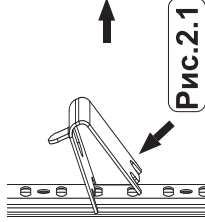

Рис.2.1
1.1. Установить упор в стойку таким образом, что бы верхний язычок был зацеплен за верхний край отверстия. Рис. 2.1